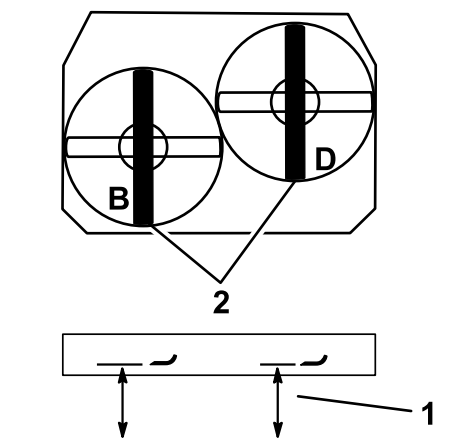

Figura 81
- Mida la cuchilla izquierda en la posición **B** desde una superficie nivelada hasta el filo de corte de la punta de la cuchilla, y anote esta medida (**Figura 81**).
- Mida la cuchilla derecha en la posición **D** desde una superficie nivelada hasta el filo de corte de la punta de la cuchilla, y anote esta medida (**Figura 81**).
Nota: La medida de la posición **B** no debe variar en más de 3 mm de la medida de la posición **D** (**Figura 81**). Si no es correcta la distancia, continúe con los pasos siguientes.